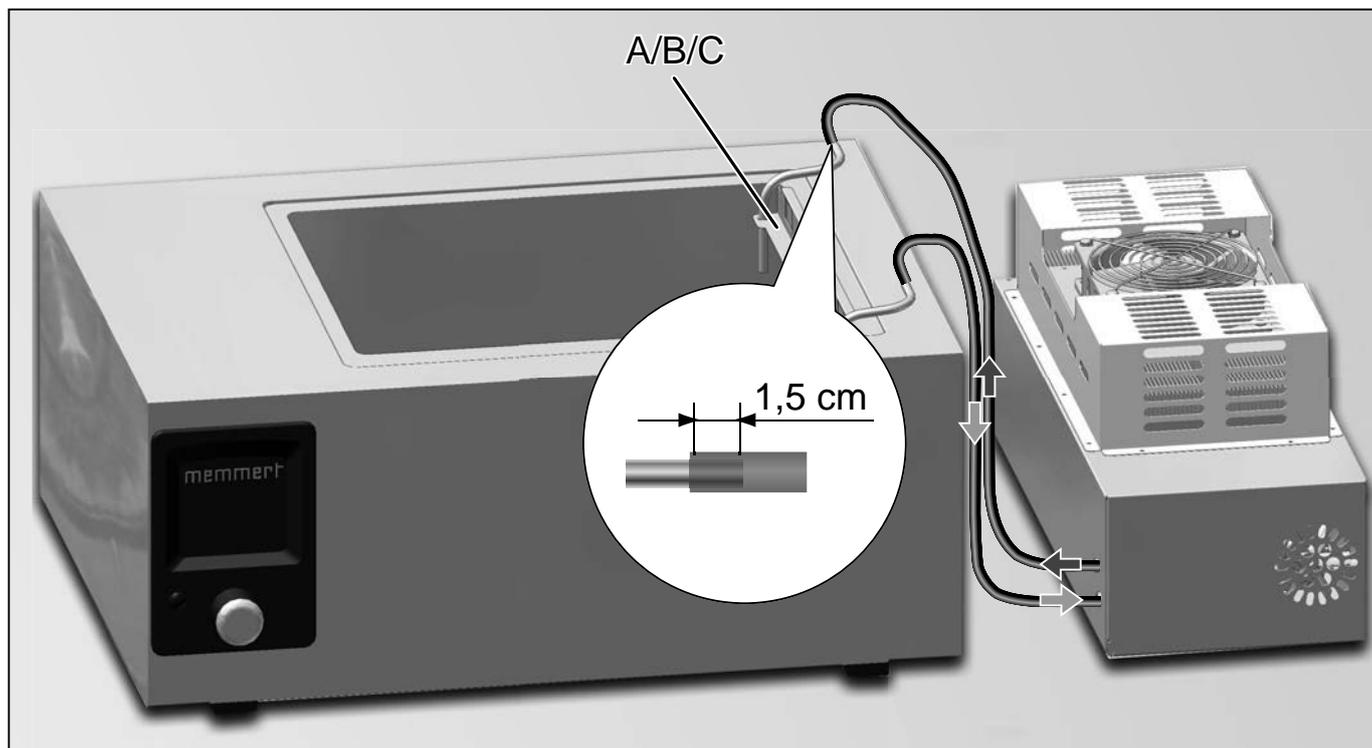

Fig. 20 Bloc réfrigérant en pose indépendante à côté du bain-marie
2. Poser le bloc réfrigérant à côté du bain, sur la droite (voir Fig. 20). Le bloc doit reposer sur ses pieds en patins de caoutchouc, la turbine des éléments Peltier étant orientée vers le haut, l'interrupteur secteur se trouve à l'arrière.
3. Couper les segments de tuyau à la longueur effectivement nécessaire pour raccorder le bloc à la barrette à tubes sur le bain. Respecter les sens de circulation de l'eau, adduction/ évacuation (repérage sur les tuyaux ; v. Fig. 20). Le tuyau supérieur doit être raccordé au tube situé à l'arrière de la barrette A/B/C. Le trajet des tuyaux doit être aussi court que possible et ne pas présenter de pli. Conserver les morceaux de tuyau restant pour les besoins ultérieurs.
4. Raccorder correctement les tuyaux sur la barrette à tubes. L'engagement doit être de l'ordre de 1,5 cm (v. Fig. 20).